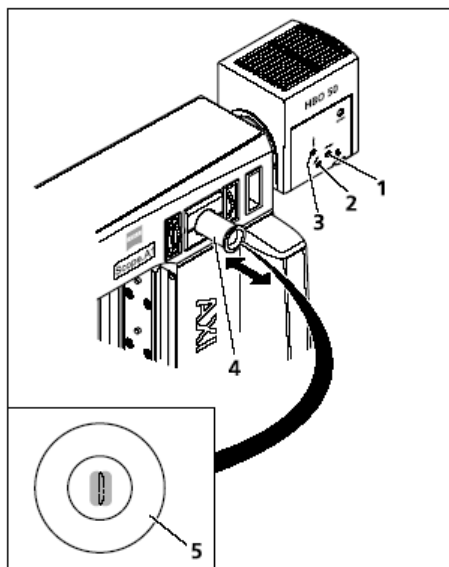

图 3-30 调节 HBO 50
- 拔出调节工具（图 3-30/4）。调节工具的显示盘（图 3-30/5）（以较浅颜色）显示灯泡的灯丝像及其映像（稍暗）。
- 通过调节螺丝（图 3-30/1）的帮助，向镜子方向轴向调节灯泡，使两个灯丝像在调节工具的显示盘（图 3-30/5）上显示同样的大小。
- 通过调节螺丝（图 3-30/3）的帮助，使灯丝像及其映像垂直（图 3-30/3）和水平（图 3-30/2）调中，将它们定位在调节工具的显示盘（图 3-30/5）的平行线上。灯丝像与映像不应完全重合。